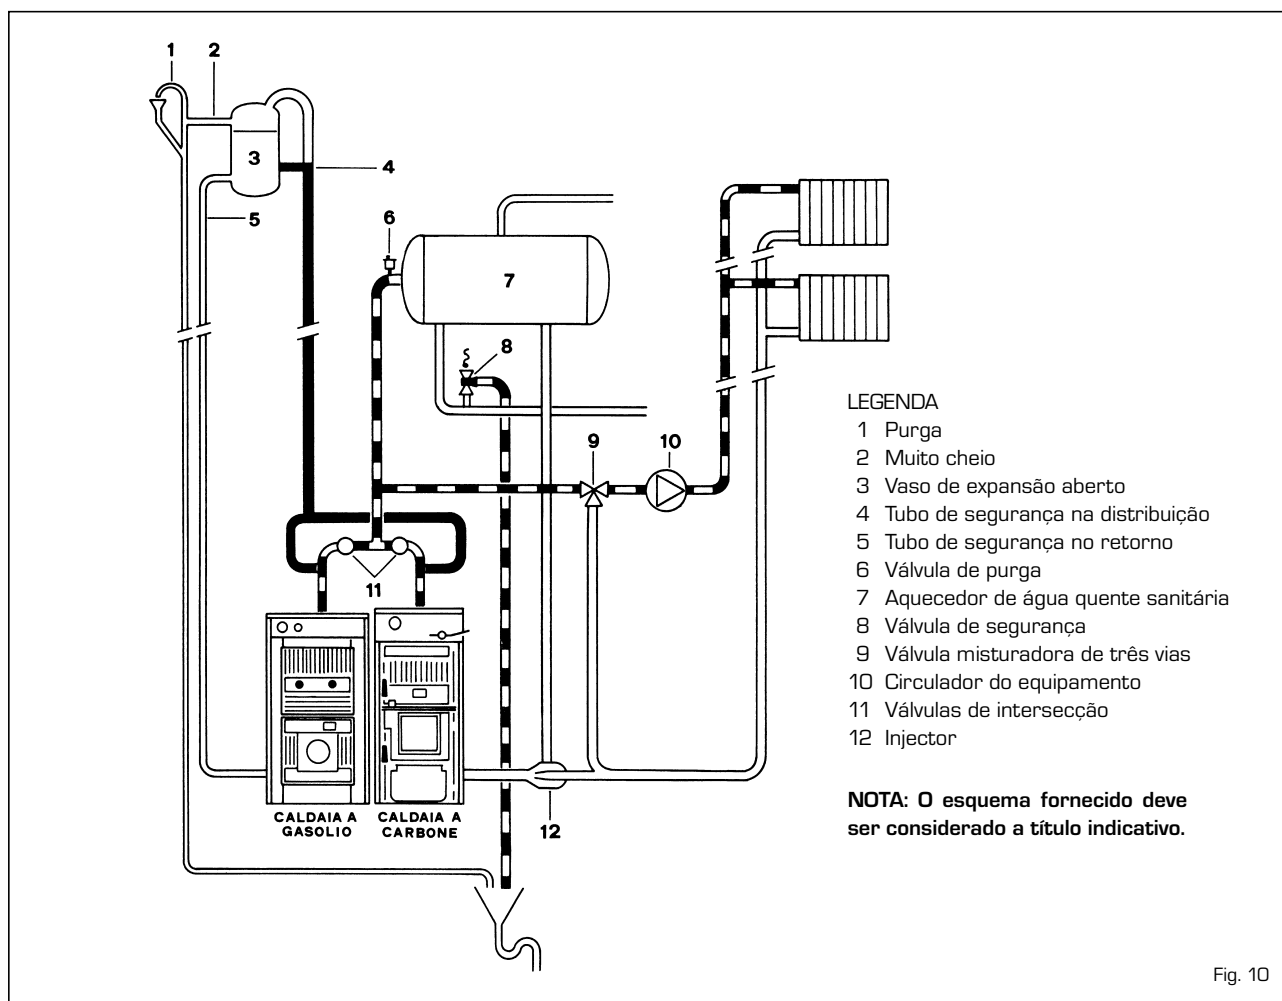

Fig. 10
- A instalação ao qual está ligada a caldeira deve, de preferência, ter um sistema com vaso de expansão do tipo aberto (fig. 10).